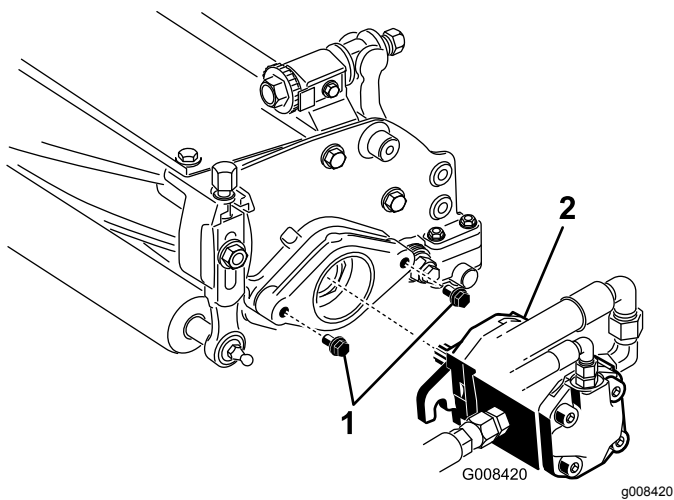

Bild 11
7. Lassen Sie ungefähr 13 mm Gewinde an jedem Befestigungsbolzen des Spindelmotors sichtbar (Bild 11).
8. Fetten Sie die Keilwelle des Motors mit frischem Fett ein und bringen den Motor durch Drehen nach rechts an, sodass die Motorflansche von den Bolzen entfernt sind. Drehen Sie den Motor nach links, bis die Flansche die Bolzen umschließen (Bild 11).
9. Ziehen Sie die Befestigungsschrauben fest (Bild 11).